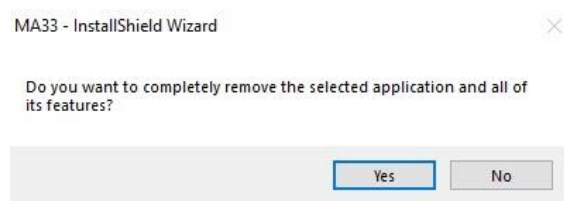

Figure 13
- **Base de données MAICO :** démarre la configuration parallèle du logiciel MA 33 et la base de données MAICO. Si la base de données MAICO est déjà installée, la désinstallation du programme sera demandée avant de procéder à l'installation (Figure 13).
Si une réinstallation du logiciel MA 33 via l'assistant InstallShield s'avère nécessaire, démarrez le processus en exécutant le fichier setup.exe. L'assistant InstallShield vous demandera si vous souhaitez supprimer entièrement l'application sélectionnée et l'ensemble de ses fonctionnalités (Figure 13). Sélectionnez l'une des options pour continuer.